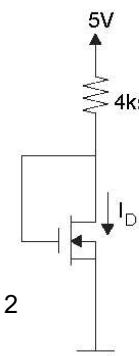

Figura 2
5. Para el circuito de la figura 2, el parámetro de transconductancia es 2 mA/V^2 y la magnitud de la tensión de umbral es de 2 V . Determine el punto de operación del transistor.